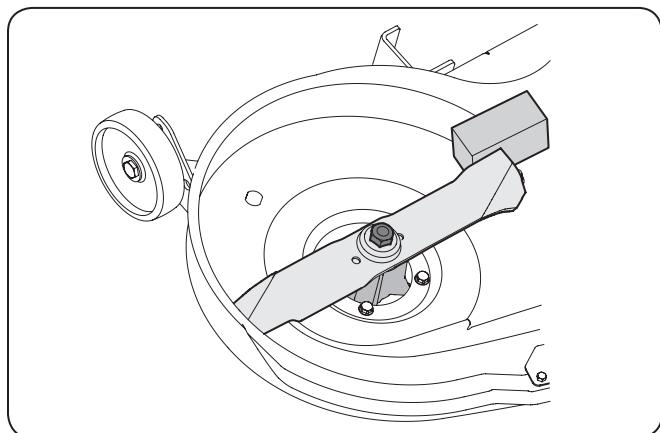

Figure 7-7
2. Placez une cale de bois entre le déflecteur au milieu du plateau et la lame. Voir la Figure 7-7.
3. Retirer l'écrou à bride à six pans qui maintient la lame. Voir la Figure 7-7.